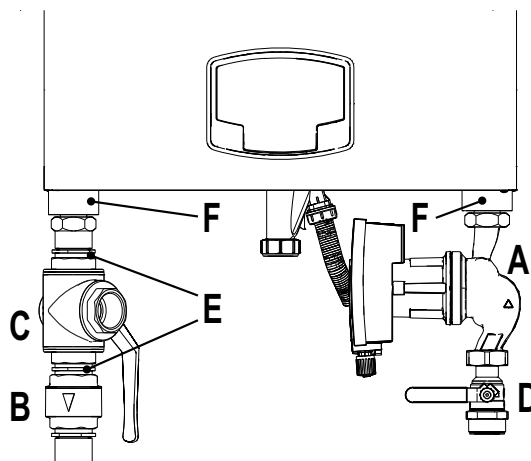

рис. 37- Котел с установленными комплектами
- арт. 042070X0 - КОМПЛЕКТ ВЫСОКОПРОИЗВОДИТЕЛЬНОГО ЦИРКУЛЯЦИОННОГО НАСОСА - 7 м (А - рис. 37)
арт. 042071X0 - КОМПЛЕКТ ВЫСОКОПРОИЗВОДИТЕЛЬНОГО ЦИРКУЛЯЦИОННОГО НАСОСА - 10 м (А - рис. 37)
- 1 **ОБРАТНЫЙ КЛАПАН** - Гнездовое 1"1/2 (В - рис. 37)
- 2 **3-ХОДОВОЙ КРАН** - Гнездовое 1"1/2 (С - рис. 37)
- 3 **ВЕНТИЛЬ Штыревое/гнездовое 1"1/2** (D - рис. 37)
- 4 **СОЕДИНИТЕЛЬНЫЙ ПАТРУБОК 1"1/2** (Е - рис. 37)
- 5 **Соединительные трубы подачи и возврата 1"1/2** (F - рис. 37)